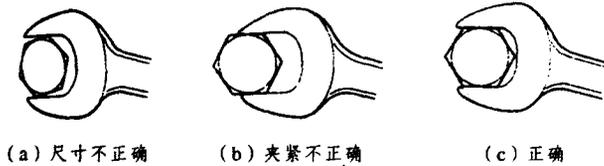

图 1-19 开口扳手与螺母的配合
(1) 开口扳手的正确使用。开口扳手用于松开或拧紧螺栓和螺母, 使用时必须注意以下几点:
① 使用适合螺母、螺栓尺寸的扳手, 即螺母、螺栓要与扳手的开口完全匹配, 如图 1-19 所示。
② 扳手开口与其柄成 15° 倾斜，所以可以在倒置的狭小空间内使用。
③ 用手松开或拧紧螺母或螺栓时，总将扳手朝自己方向扳动。如果推力过大，工具可能会从手上滑掉而造成损坏或伤害你。如果因某种原因必须推扳手，要用手掌推，以减少滑落的危险（此注意事项是用于类似的工具，如梅花扳手、套筒扳手）。